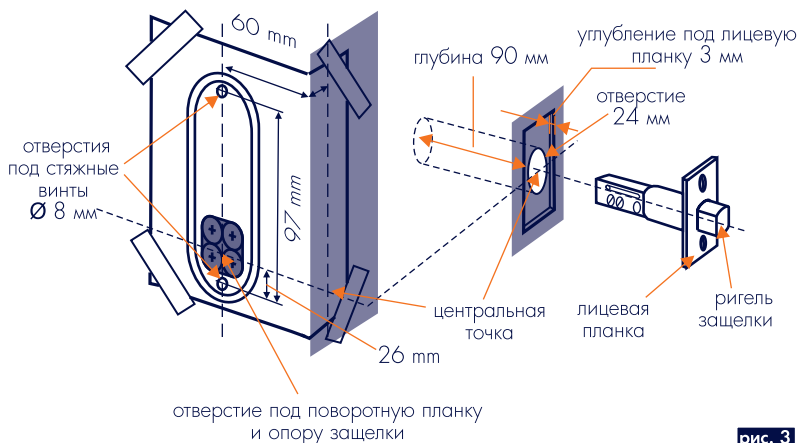

рис. 3
- отметьте на торце двери центральную точку **рис. 3** там, где хотите установить защелку (5). Просверлите отверстие диаметром 24 мм и глубиной 90 мм;
- вставьте защелку (5) в отверстие и обрисуйте планку;
- выньте защелку (5) и стамеской на 3 мм углубите паз под лицевую планку защелки (5) **рис. 3**.
- лицевая планка защелки (5) должна встать вровень с дверью;
- закрепите защелку шурупами (9).